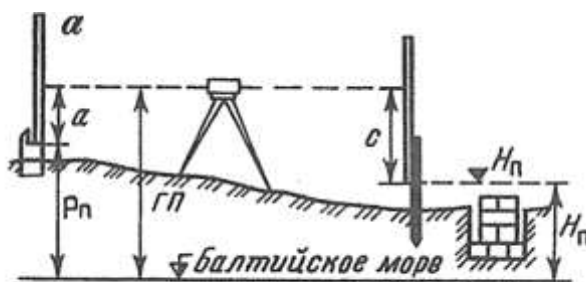

Рис. 1. Схема разбивки и контрольных высот фундамента
5. Выставьте проектную высоту верха фундамента на обноске (рис. 1), если высота репера  $P_n = 74,537$ , отсчет по рейке  $a = 0719$ , проектная высота фундамента  $H_n = 73,408$ .